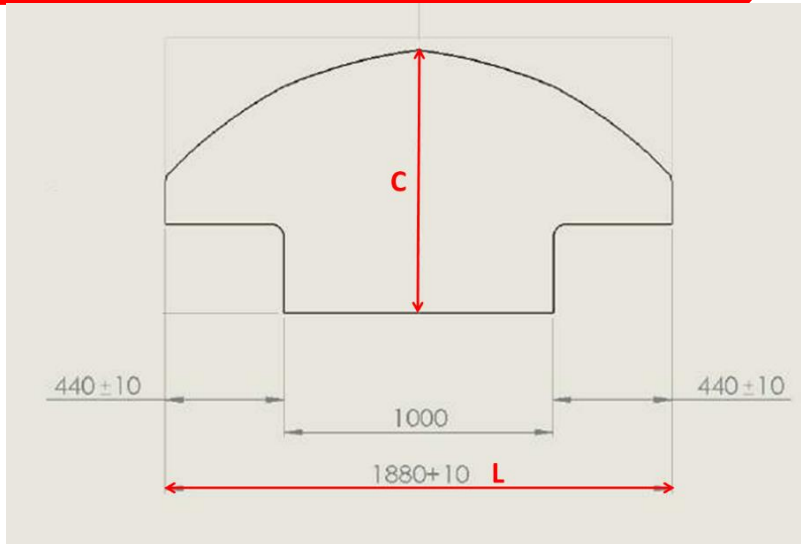

Figura 2
- **Largura - L:** O Anexo Técnico dos modelos define um parâmetro de mínimo de largura de 1880 mm + 10 mm de tolerância. Este parâmetro será definido dentro de um intervalo medido na parte mais larga do componente de mínimo 1880 mm e máximo de 1890 mm conforme desenho da figura 2. Todos os carros deverão estar dentro destes limites.
- **Comprimento - C:** O procedimento para realizar as medidas C e D exige a remoção do assoalho central entre o splitter e o tubo do chassi na parede corta fogo. O carro deve ser erguido pelo airjack e calçado por questões de segurança ao acesso do mecânico para a remoção do mesmo. O Anexo Técnico Plataforma define um parâmetro máximo de 1020 mm de comprimento C de splitter para ambos os modelos Corolla e Cruse, como mostrado no desenho da figura 2 e 3 sem tolerância geométrica.